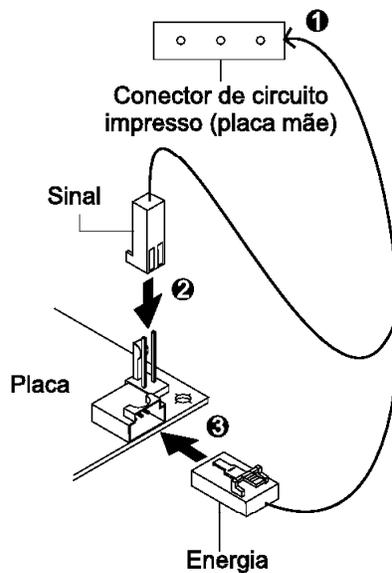

Figura 2-2. Conexão dos cabos na placa
- Conecte o conector de sinal na placa em **P5**, conforme mostra a indicação **2** da Figura 2-2 na página 2-3.
- Se você estiver utilizando o cabo de três conectores, número de peça 76H7254, conecte o conector de energia na placa em **P4**, conforme mostra a indicação **3** da Figura 2-2 na página 2-3.
Caso contrário, conecte o cabo de fonte de alimentação identificado como **P9** ou **P12** na placa em **P4**. Veja a indicação **3** da Figura 2-2 na página 2-3.